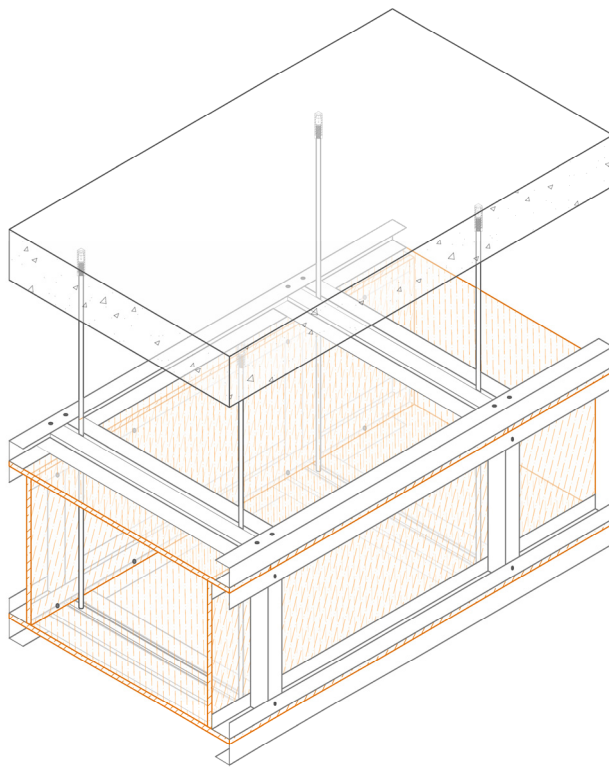

Рис.11
- Смонтировать поперечные профили каркаса (рис.11). Крепить к продольному профилю саморезами по металлу с прессшайбой и сверлом.